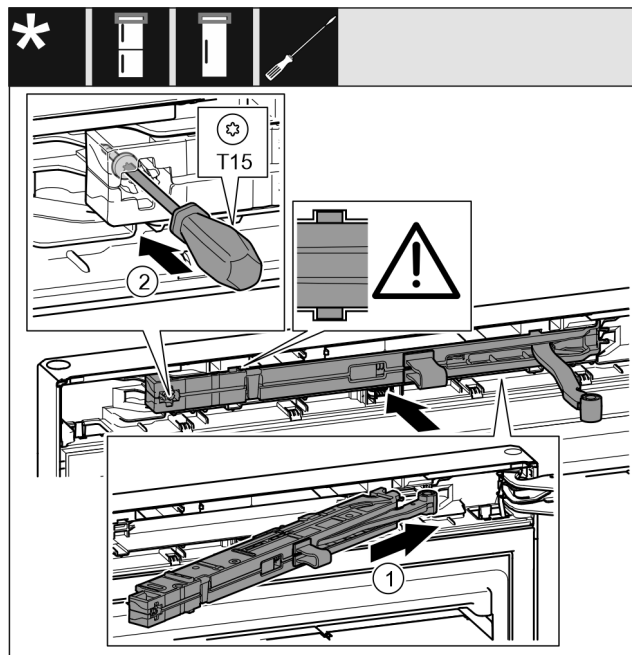

Fig. 30
- ▶ Enoto blažilnikov za zapiranje vrat Fig. 30 (1) na strani ležajnega podstavka potisnite v odprtino do konca.
- ▶ Zategnite vijak Fig. 30 (2) z izvijačem.